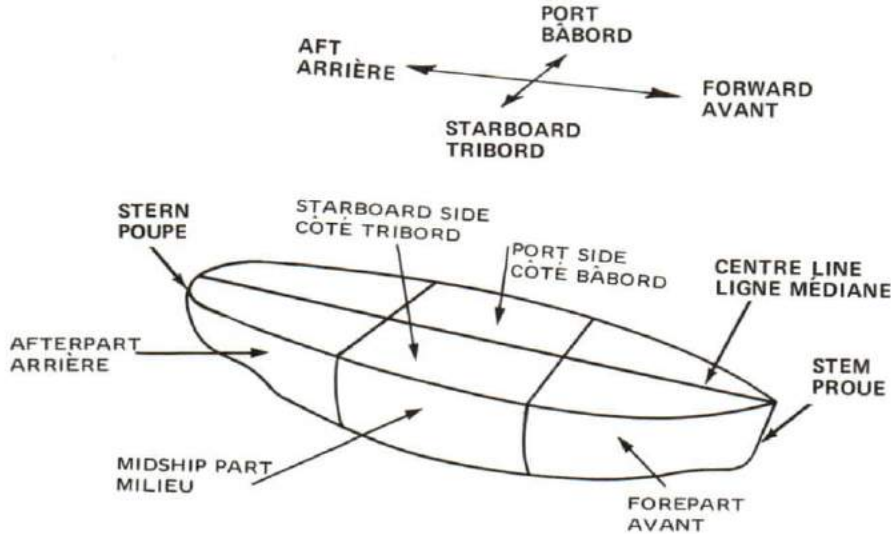

Figure 6-2
4. Lengthwise, the ship is divided into only two parts – the port side and the starboard side. If you stand in the centre of the ship and face the stem, the left side is called the port side, and the right side the starboard side. See Figure 6-2.
4. Dans le sens longitudinal, le navire se divise seulement en deux parties: bâbord et tribord. Si vous tenez au centre du navire en faisant face à la proue, le côté à votre gauche est bâbord, le côté à votre droite est tribord (voir la figure 6-2).